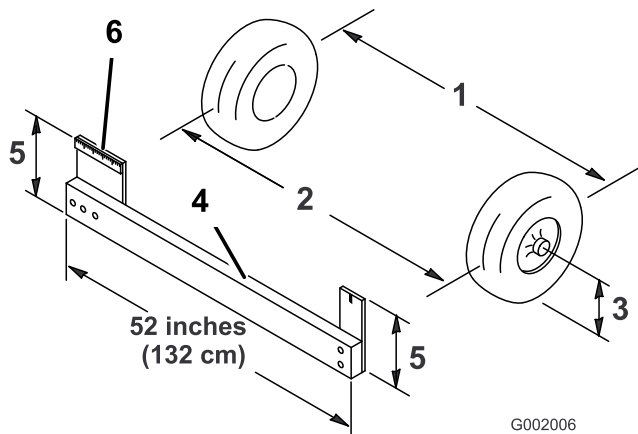

Figure 61
4. Mesurez la distance entre les roues avant à hauteur d'essieu, à l'avant et à l'arrière des roues (Figure 61). Un gabarit ou un compas à verges est nécessaire pour mesurer l'arrière des roues avant à hauteur d'essieu. Utilisez le même gabarit ou outil pour mesurer précisément l'avant des roues avant à hauteur d'essieu (Figure 61).